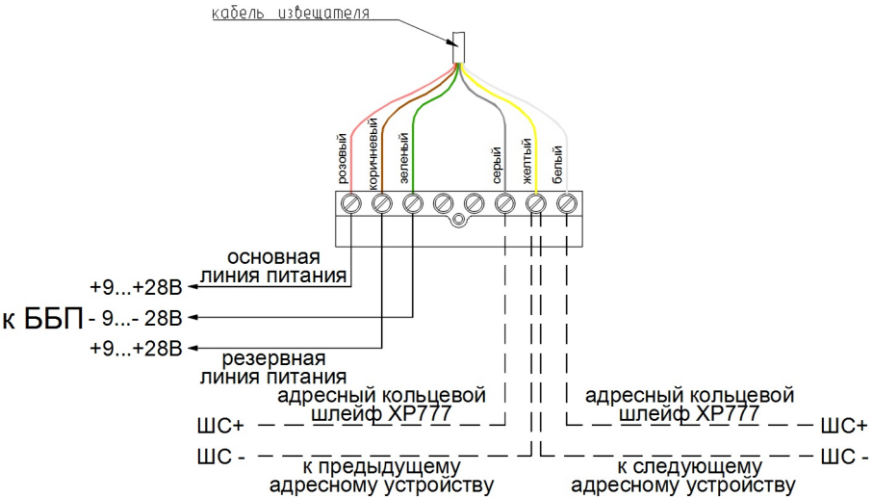

Рис. 3 Схема внешних подключений извещателя
7.3.7 Подключить внешние соединительные линии и провод к КРС-8 в соответствии со схемой подключения (см. рисунок 3) и загерметизировать точки подключения.